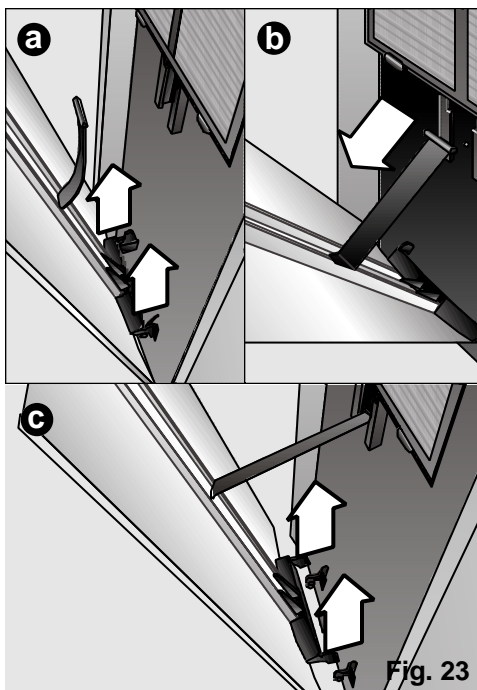

Fig. 23
- 1° Alzare l'anta fino ad estrarla dagli appoggi inferiori, (Fig. 23: a).
- 2° Posizionare il fermaglio in plastica nella scanalatura frontale dell'apparecchio (a forma di T) e sposterlo in giù fino al fermo di sicurezza, (Fig. 23: b).
- 3° Facendo attenzione, collocare le patte inferiori dell'anta nei fermi frontali dell'apparecchio in modo da evitare che la patta in plastica già collocata nel passo anteriore esca dalla propria posizione, (Fig. 23: c).